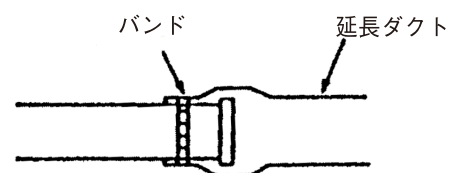

図 2
- (2) (1) の他に図2に示すように、ダクトの上へダクトを接続することも可能です。延長ダクトを回転させて口径を大きくし、接続してください。接続後、市販のバンドで固定してください。